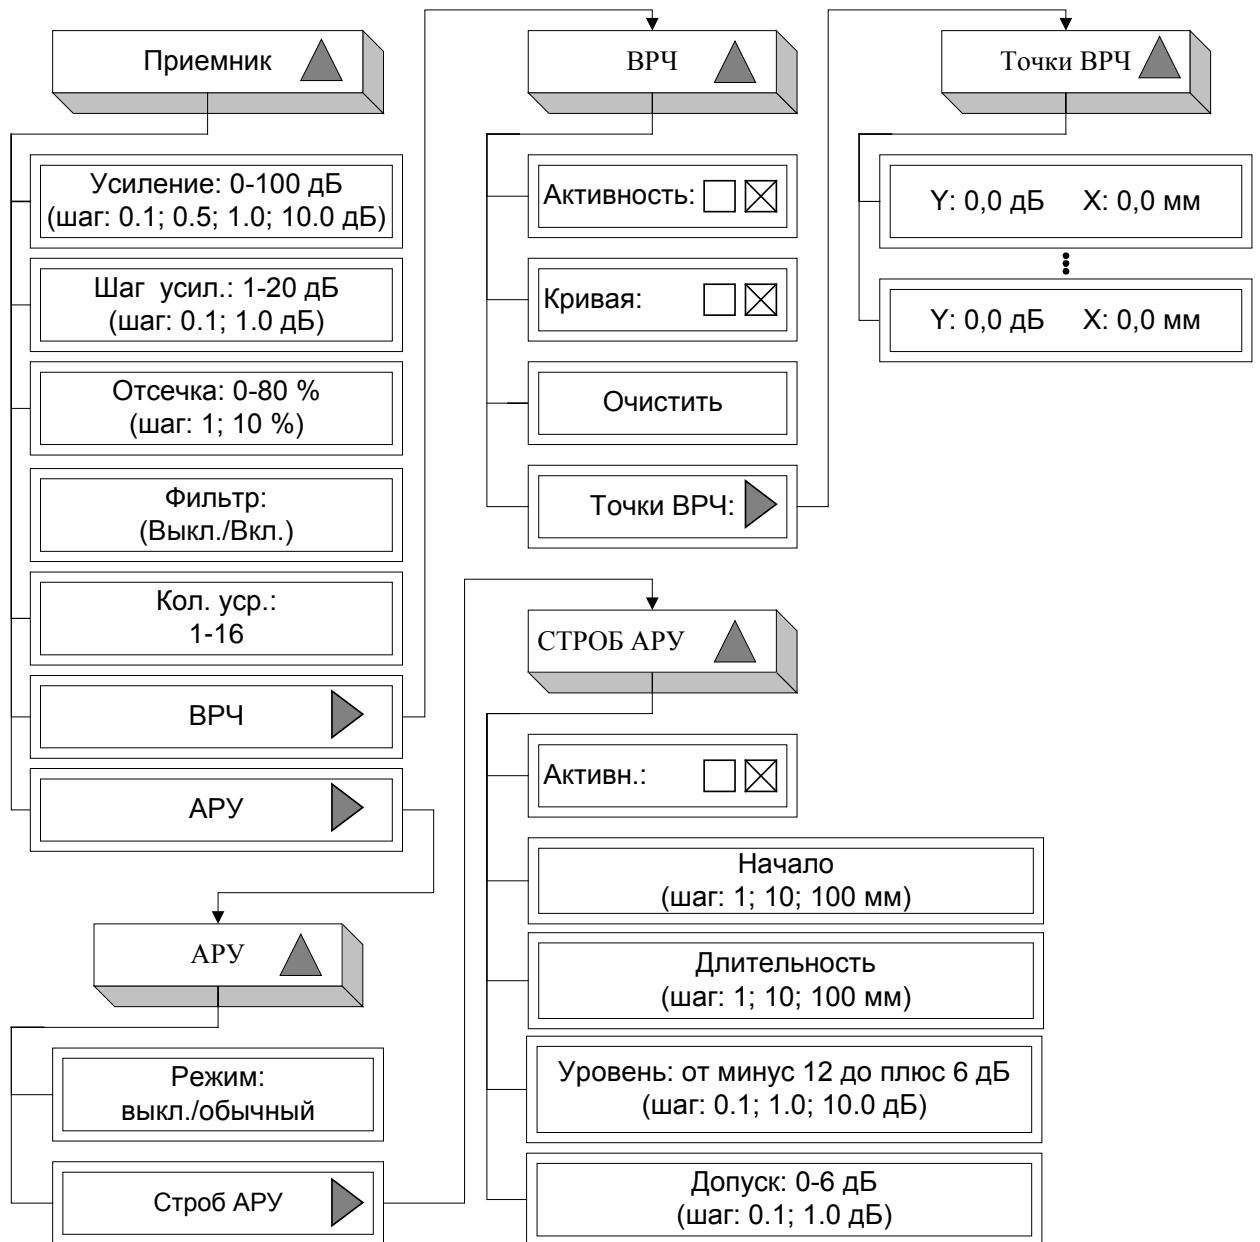

Рисунок 10 – Меню «Приемник»
6.3.1.2 Меню «Приемник» имеет следующую структуру (рисунок 10):